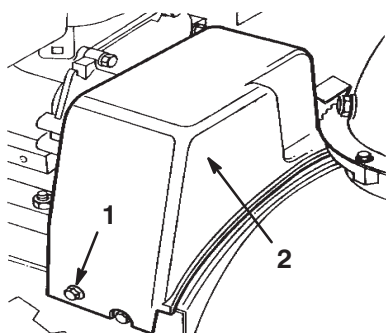

Figure 23
4. Retirez les 2 boulons à embase de fixation du couvercle de courroie et mettez ce dernier de côté (Fig. 23).
3. Retirez les 2 boulons à embase de fixation du couvercle de courroie et mettez ce dernier de côté (Fig. 23).